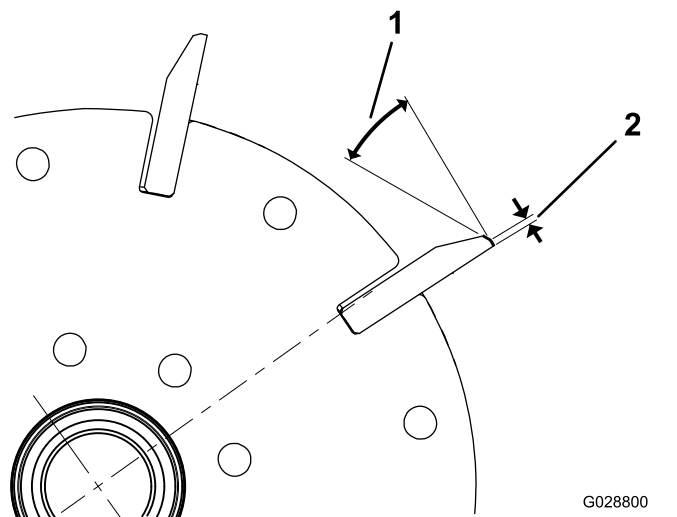

Figura 28
- Aplicați un unghi de rectificare 30° pentru toate lamele cilindrului, până când lăimea la sol atinge 0,8 mm (Figura 28).